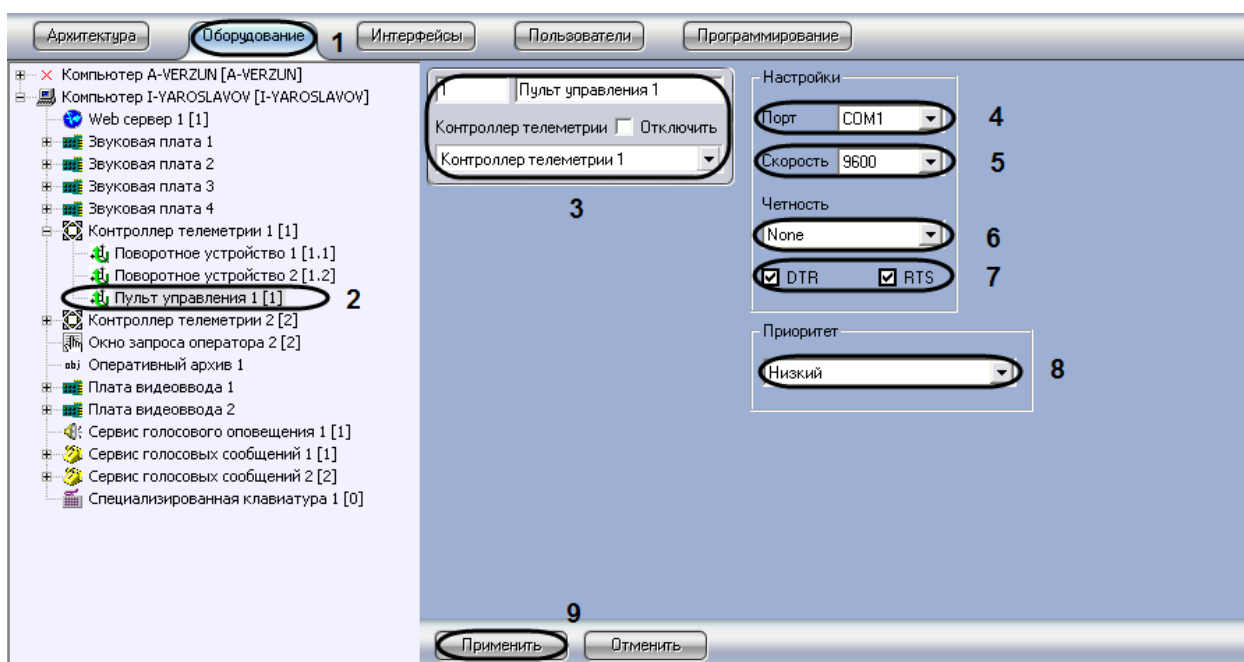

Рис. 3.4—6 Панель настроек объекта «Пульт управления»
1. Необходимо перейти во вкладку «Оборудование» диалогового окна «Настройка системы» программы «Интеллект» (Рис. 3.4—6, 1).
2. На базе объекта «Контроллер телеметрии» требуется создать системный объект «Пульт управления» или выбрать соответствующий объект в дереве объектов во вкладке «Оборудование» диалогового окна «Настройки» программы «Интеллект» (Рис. 3.4—6, 2).
3. При создании объекта «Поворотное устройство» необходимо указать идентификационный номер, название объекта и выбрать объект «Контроллер телеметрии», к которому подключено поворотное устройство (см. Рис. 3.4—6, 3).
4. Из списка «Порт» выбрать номер последовательного (COM) порта для подключения устройства «Пульт управления» (см. Рис. 3.4—6, 4).
5. При необходимости задать параметры скорости обмена данными между компьютером и устройством «Пульт управления телеметрией» (см. Рис. 3.4—6, 5).